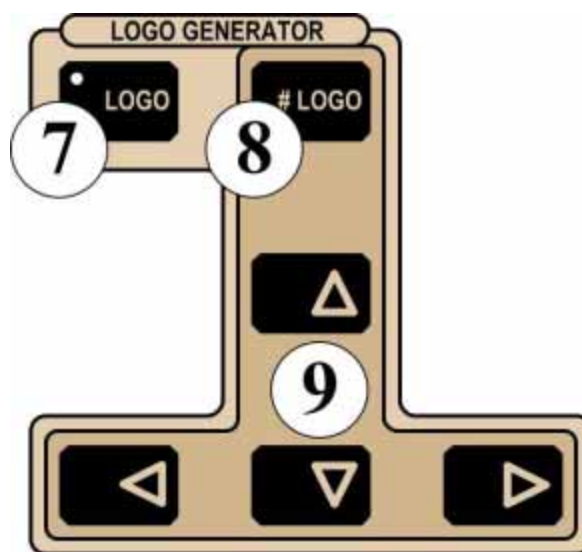

Рис.14 –Кнопки управления генератора логотипа
Логотип всегда накладывается поверх выходного видеосигнала. Для включения/выключения генератора логотипа служит кнопка **[LOGO]** (7) (См. рис. 14).